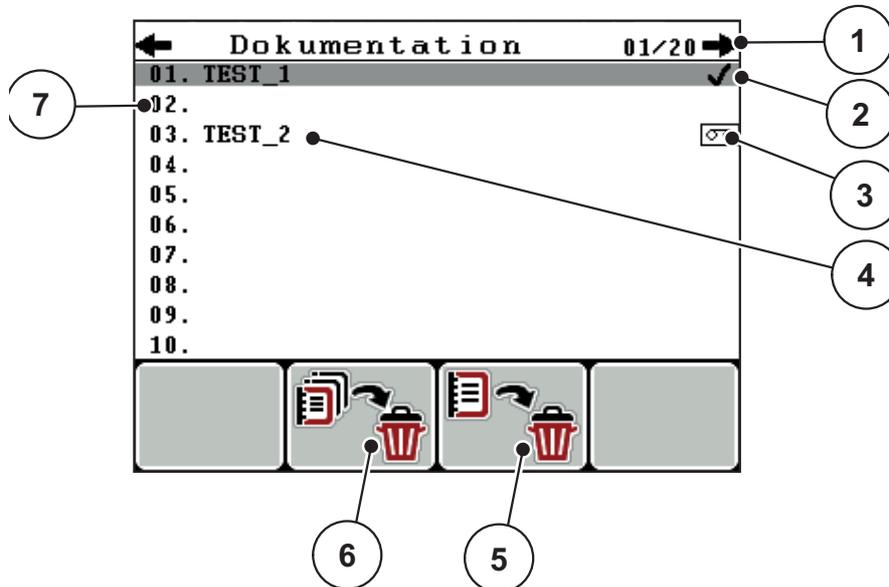

Bild 4.19: Menü Dokumentation
3. Funktionstaste **F3** unter dem Symbol **Löschen** drücken (Siehe Bild 4.19).
2. Funktionstaste **F2** unter dem Symbol **Alle löschen** drücken (Siehe Bild 4.19).